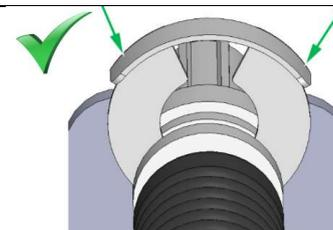

Рис. 11
1.4.5	<p>Надавливая на кольцо, утопить его до упора обеими половинами в дно канавки. Убедившись, что обе половины кольца попали в канавку, допускается утапливать кольцо легкими ударами резиновой киянки поочередно по краям перемычки кольца. (рис. 11).</p> <p>Запрещается ударять по центру перемычки замкового кольца во избежание его деформации (рис. 12). Деформированное кольцо не обеспечивает фиксацию троса в кронштейне, выпадет при эксплуатации а/м, что приведет к неработоспособности привода.</p> <p>Правильно установленное кольцо визуально выглядит круглым (Рис. 13)</p> <p>Неправильно установленное кольцо визуально не выглядит круглым (Рис. 14.1, 14.2)</p> <p>Неправильно установленное кольцо не обеспечивает фиксацию троса в кронштейне, может выпасть при эксплуатации а/м, что приведет к неработоспособности привода.</p> <p>В случае неудачной установки (Рис. 14.1, 14.2), извлечь замковое кольцо и проконтролировать его форму визуально. (Рис. 15.1, 15.2).</p> <p>Если кольцо круглой формы (Рис. 15.1), установить его, повторив п.п. 1.4.3...1.4.5</p> <p>Если кольцо деформировано и выглядит некруглым (Рис. 15.2), необходимо сжать его для придания круглой формы, после чего установить, повторив п.п. 1.4.3...1.4.5</p>